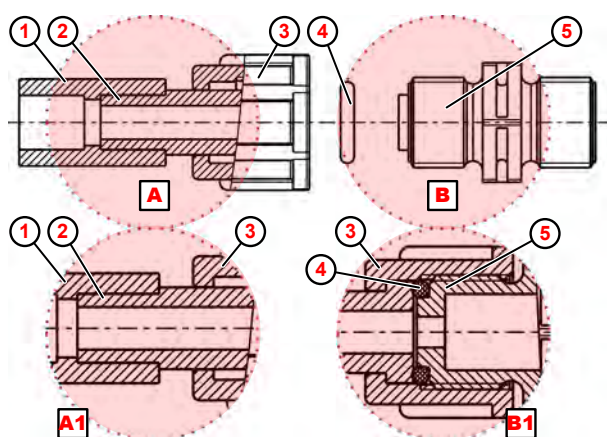

Fig. 10: Raccord de conduit avec joint soudé
1. ➤ Souder le joint soudé (Fig. 10 , ①) au raccord de flexible.
2. ➤ Placer le joint torique ④ dans la rainure de la soupape d'aspiration ou de refoulement ⑤ .
3. ➤ Serrer l'écrou-raccord ③ à fond (détail **B1**).